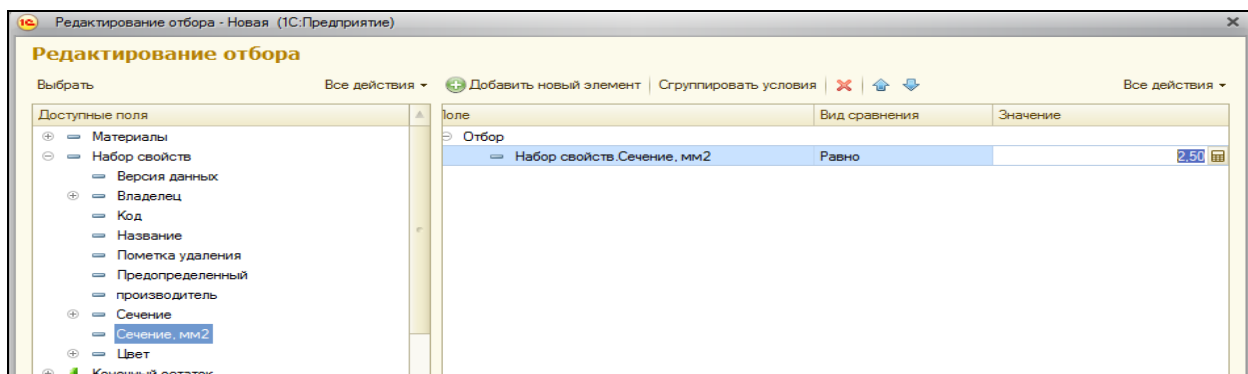

Рисунок 6.42 Настройка условия отбора
15. Посмотреть какие имеются материалы с сечением 2.5 мм. Раскрыть поле **Набор свойств**. Выбрать поле **Сечение, мм**. Сформировать условие равенства 2.5 (рис.6.42).